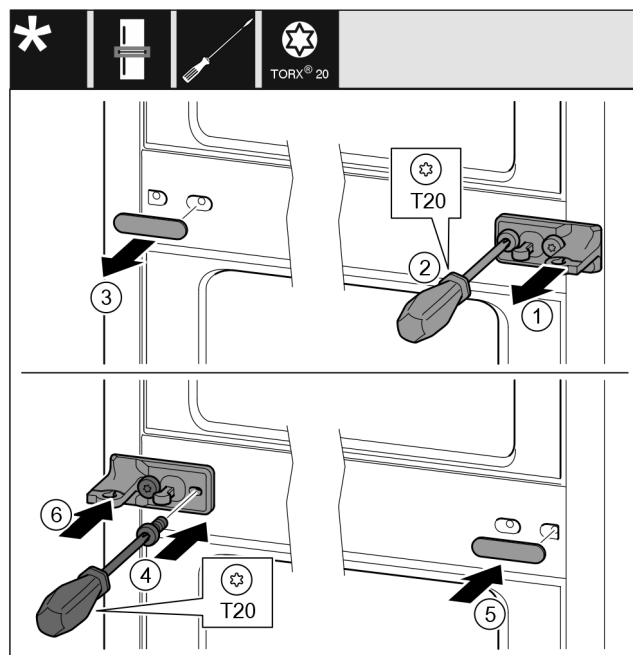

Fig. 33
- Свалете шайбата. Fig. 33 (1)
- Отвийте винтовете с отвертка T20. Fig. 33 (2)
- Свалете внимателно капака. Fig. 33 (3)
- Затегнете здраво от другата страна лагерната стойка с фолио, завъртяна на 180°. Fig. 33 (4)
- Поставете капака, завъртян на 180°, от другата страна. Fig. 33 (5)
- Нахлузете отпред шайбата. Fig. 33 (6)